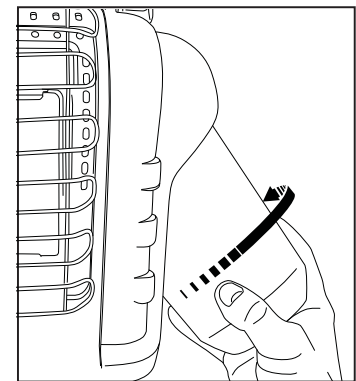

Figura 2: Ataraxe o tanque de combustível
- Para usar com propano: Gire o regulador para fora para facilitar a instalação do tanque. Parafuse o cartucho descartável com fornecimento de 1 libra de (465g) gás propano (G31) no sentido horário (a partir de baixo) no aquecedor portátil até prender bem; ver a Figura 2. NÃO use selante de rosca sobre esta conexão.